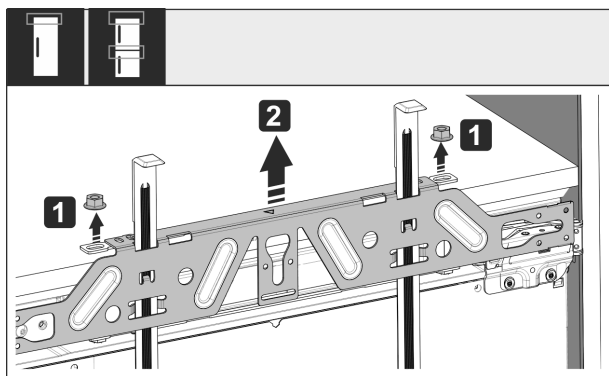

Fig. 53
- ▶ Otpustite protumatice Fig. 53 (1).
- ▶ Skinite Fig. 53 (2) pričvrсну poprečnu letvicu.